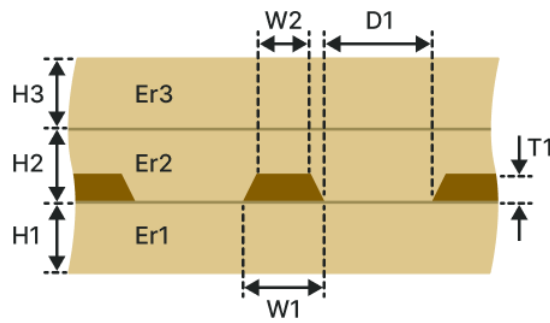

Рис. 164 Копланарная заглибленная ЛП (КЗ-1Н2В)
- Копланарная заглибленная ЛП (КЗ-1Н2В), см. Рис. 164.